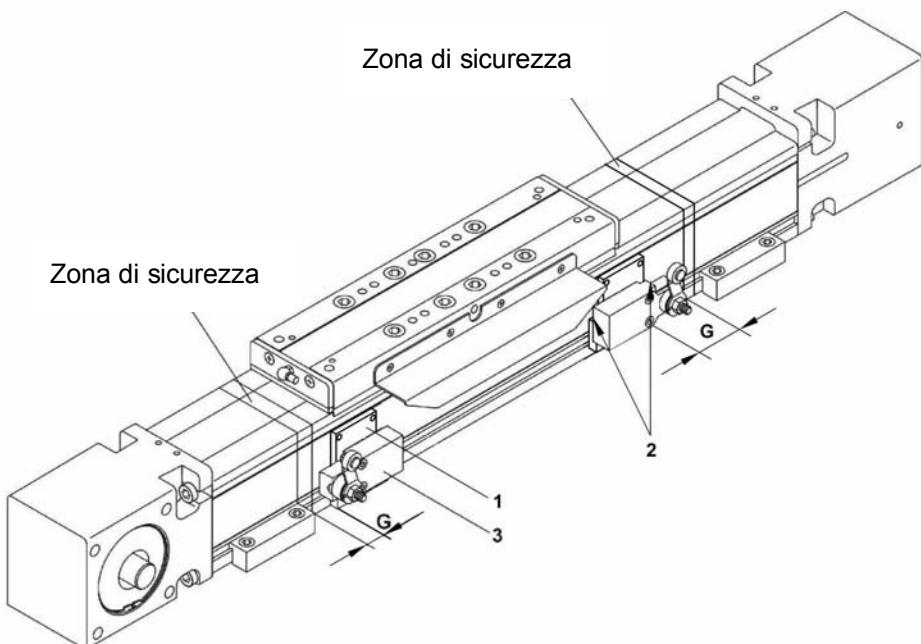

Figura 5:
1. Figura 5: allentare la vite di serraggio (2) della lastra di fissaggio
2. Spostare la lastra di fissaggio con il finecorsa (3) nella posizione desiderata.